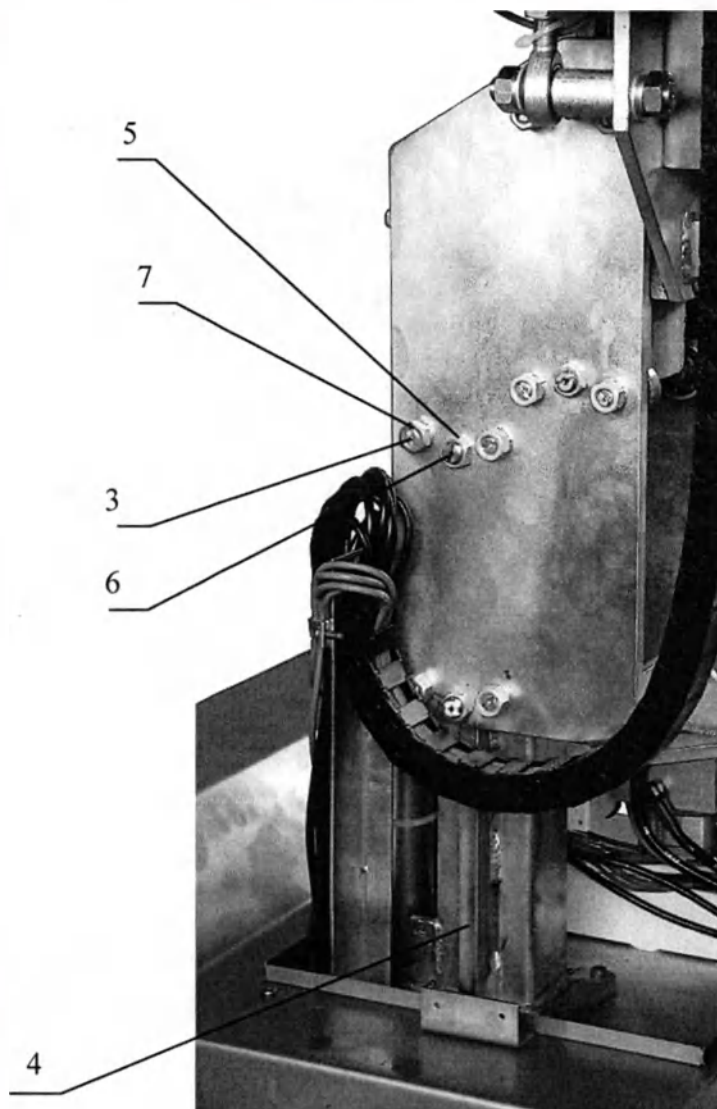

Рисунок 21. Регулировка колонны.
- со стороны безэксцентриковых роликов отпустите гайки 7 (Рисунок 21) и отверткой поверните оси роликов 3 до соприкосновения со стойкой 4 и затяните гайки 7;